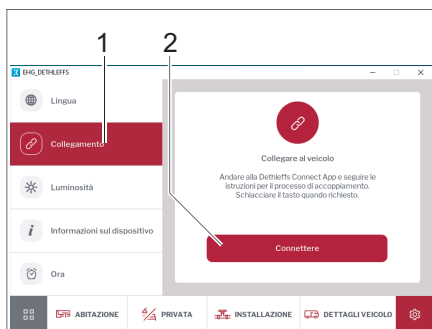

Fig. 277 Collegamento mediante display EHG
- Digitare il pulsante *Collegamento* (Fig. 277,1). Viene visualizzata un'istruzione operativa che consente di collegare il dispositivo mobile al veicolo.
- Digitare il pulsante *Collegare* (Fig. 277,1). Ora il veicolo e il dispositivo mobile sono accoppiati.